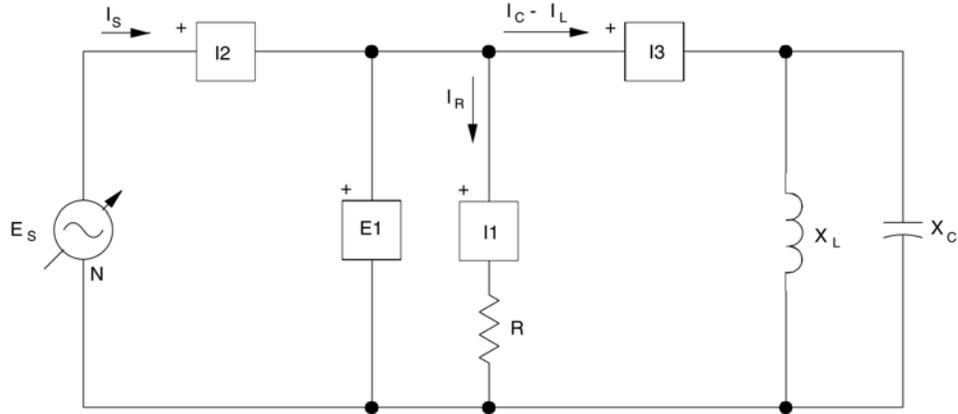

Figure 5-16. Mesure du courant de la source dans un circuit résonnant parallèle.
19. Mettez l'interrupteur principal du Bloc d'alimentation à la position O (arrêt) et raccordez à nouveau les ampèremètres aux circuits, tel qu'illustré à la figure 5-16, afin de mesurer les courants I_s , I_R et $(I_C - I_L)$. Mettez l'interrupteur principal du Bloc d'alimentation à la position I (marche) et affichez à nouveau les vecteurs de phase des courants.